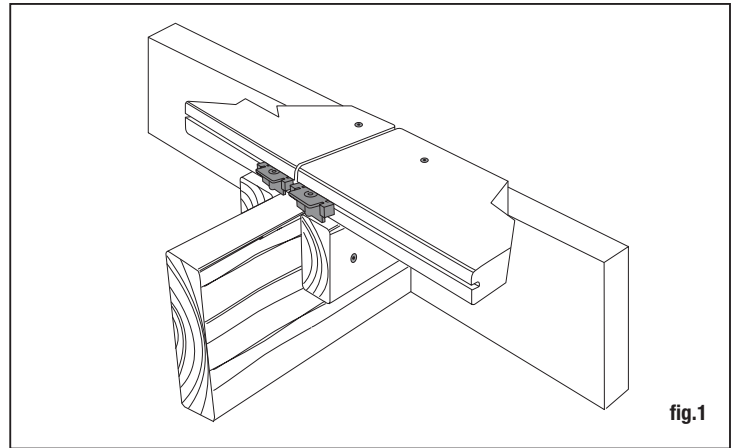

fig.1
- Doublez la solive ou utilisez des cales là où deux extrémités de planches se rencontrent (fig. 1).